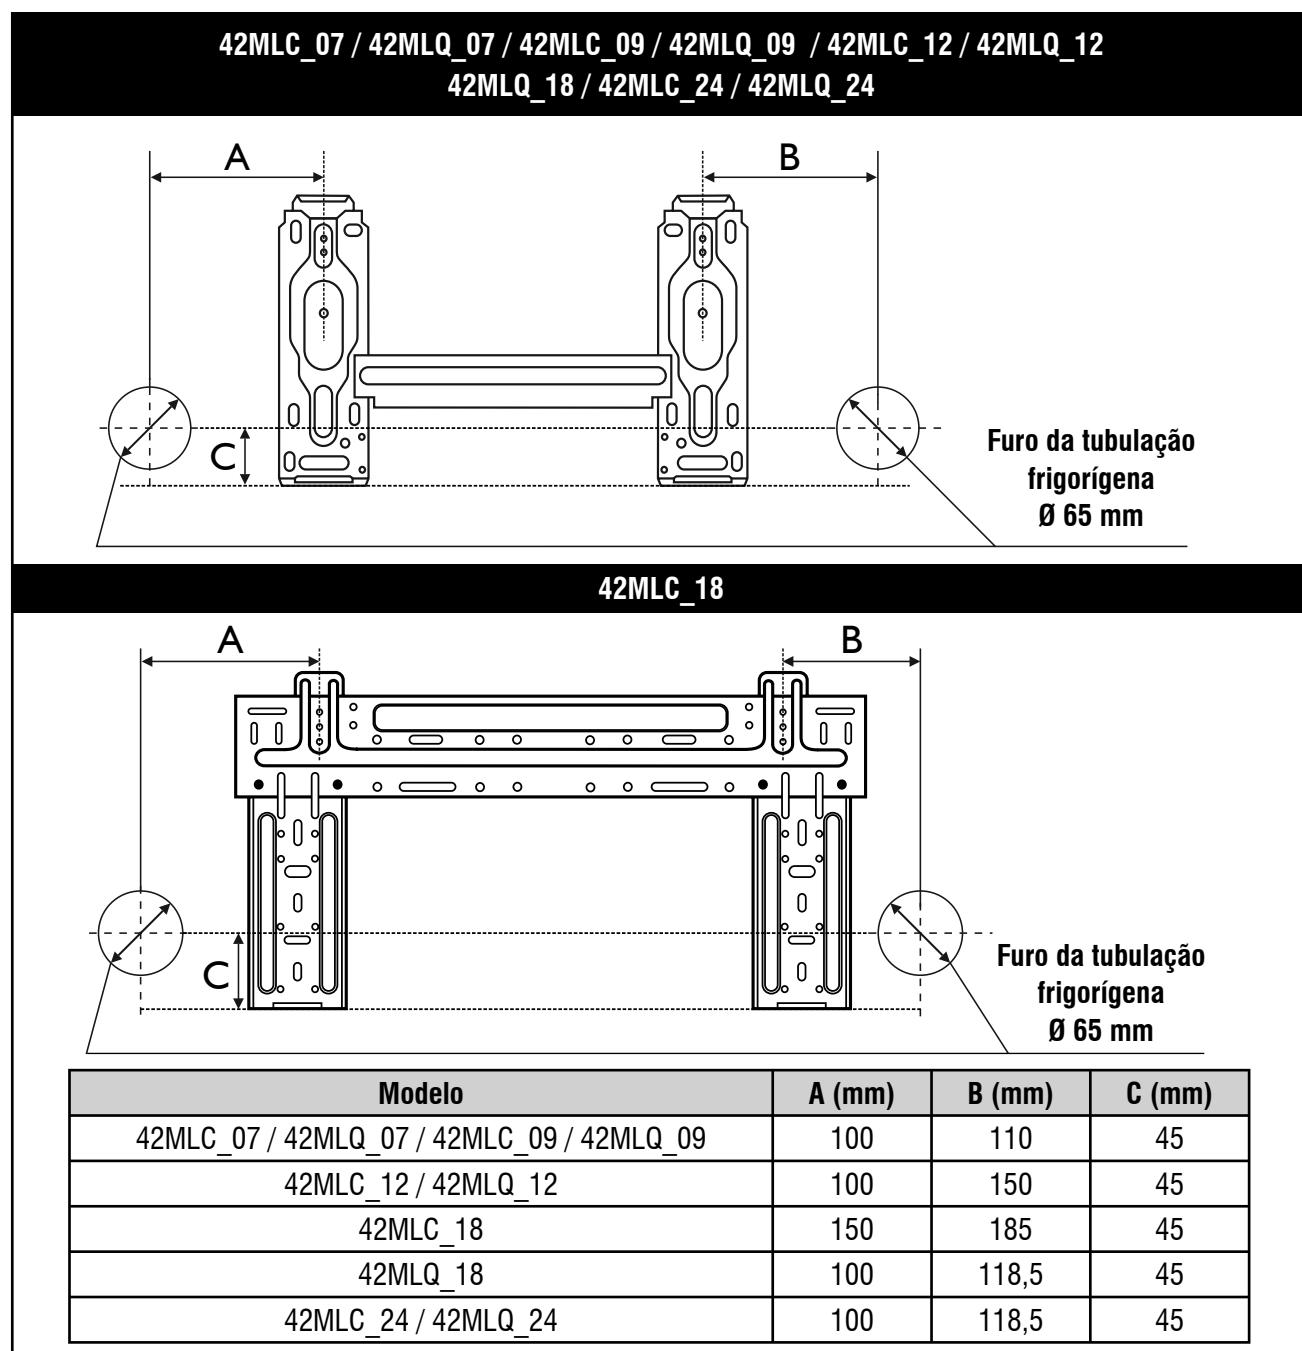

FIGURA 14 - PLACAS DE MONTAGEM
Veja na figura 14 as dimensões para furação do dreno conforme cada capacidade.
- Fixe o suporte à parede com parafusos auto-atarraxantes através dos furos próximos à borda externa dele como mostrado na figura 14 (Coloque parafusos em todos os furos superiores).